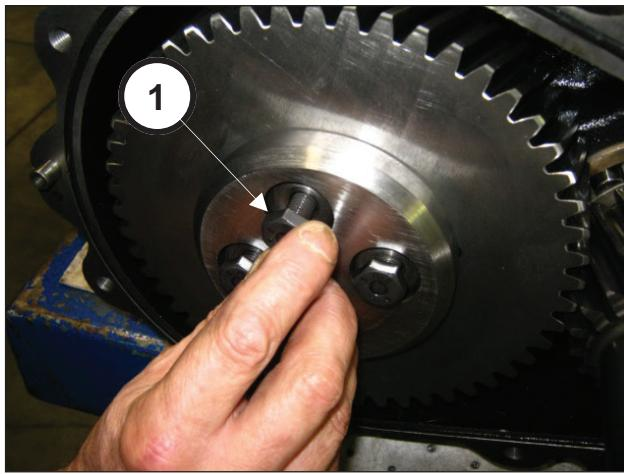
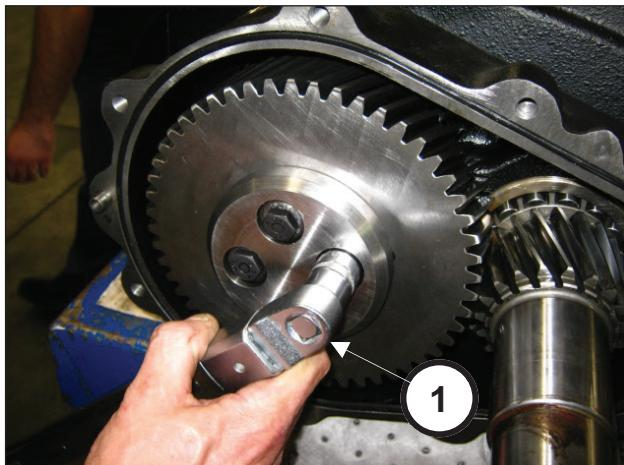

Рис. 68
Рис. 69
Закрепите стопор ведомой шестерни (поз. ①, Рис. 68) с помощью 4 винтов M10x30. Откалибруйте винты динамометрическим ключом, как указано в разделе 3 (поз. ①, Рис. 69).